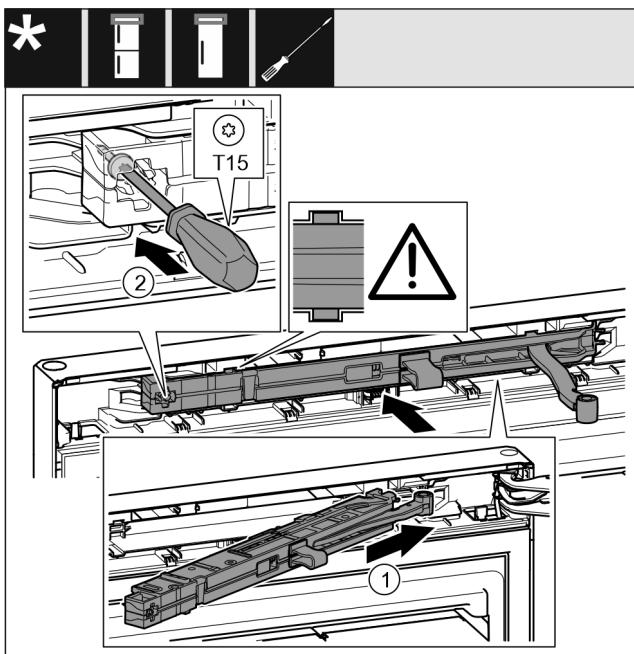

Fig. 49
- Iebīdīt slīpi durvju amortizatora mezglu gultņa balsta pusē līdz galam padziļinājumā. Fig. 49 (1)
- Pieskrūvējiet skrūvi ar skrūvgriezi T15. Fig. 49 (2)